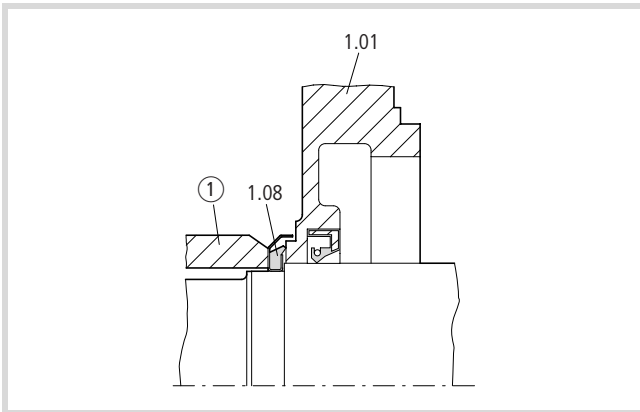

Abbildung 29: Aufschieben Axial-Wellendichtungen
- ▶ Schieben Sie eventuell vorhandene Axial-Wellendichtungen AS (1.08) oder GS (2.06) mittels einer passenden Buchse ① auf (→ Abb. 29).
- ▶ Je nach Ausführung schieben Sie vorhandenen Axialdichtringe mittels einer Buchse auf (→ Abb. 29).